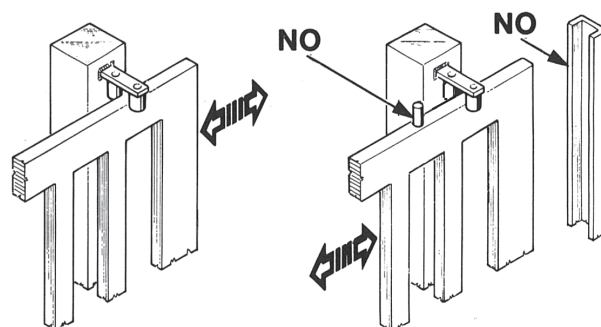

FIG. 3
Las columnas de la verja tienen que llevar en su parte superior unas guías anti-des carrilamiento (Fig. 3) para evitar desenganches involuntarios.
N.B.: Eliminar los topes mecánicos del tipo descrito en el Fig.3.